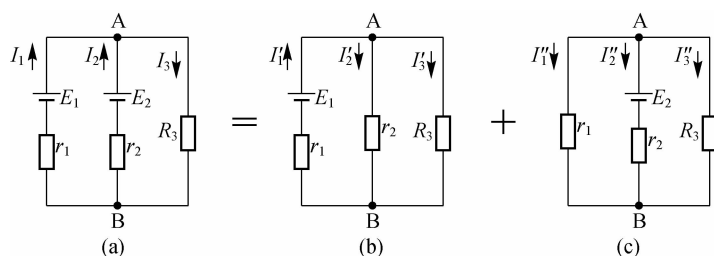

图 2-47 例 2-13 的电路图
例 2-13 用叠加原理求例 2-12 电路中各支路电流和负载两端的电压,如图 2-47 所示。
解 (1)假定待求各支路的电流的参考方向如图 2-47(a)所示。图中 I_1 、 I_2 、 I_3 为待求支路电流, U_{AB} 为待求负载电压。
(2)求 E_1 单独作用时的各支路电流 I'_1 、 I'_2 、 I'_3 和负载电压 U'_{AB} ,如图 2-47(b)所示。
(3) 求 E_2 单独作用时的各支路电流 I_1 、 I_2 、 I_3 和负载电压 U_{AB} , 这时电路如图 2-47(c) 所示, 计算方法与上面相同, 有